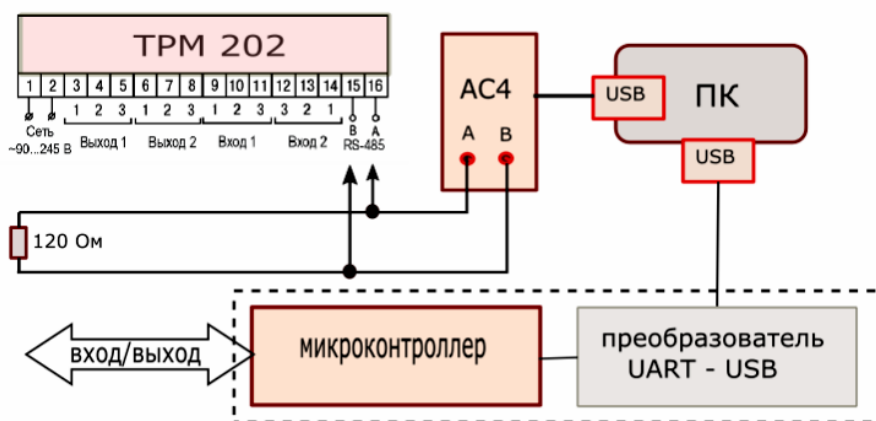

Рис.3. Комбинирующая схема подключения приборов к компьютеру через интерфейсы RS485 и UART-USB.
Второй вариант (рис.3) предусматривает наличие 2-х USB портов компьютера. Один порт используется для подключения измерителя-регулятора TPM202 по линии RS485, ко второму порту подключается микроконтроллер через преобразователь UART-USB.
2. Подключить TPM202 к преобразователю АС4 как показано на рис.3